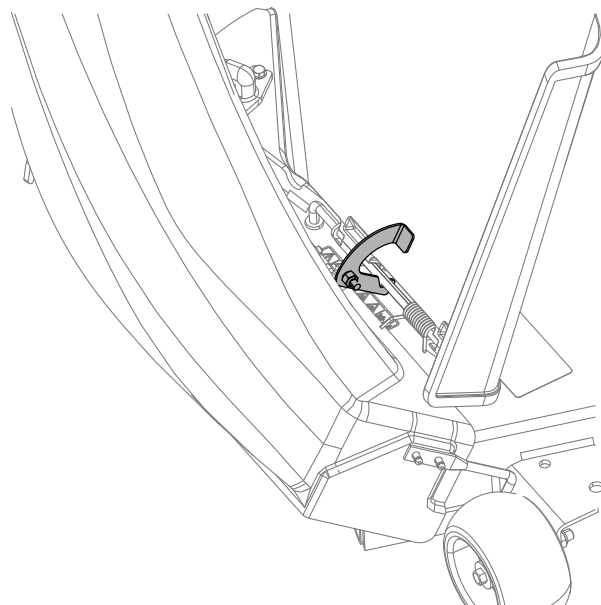
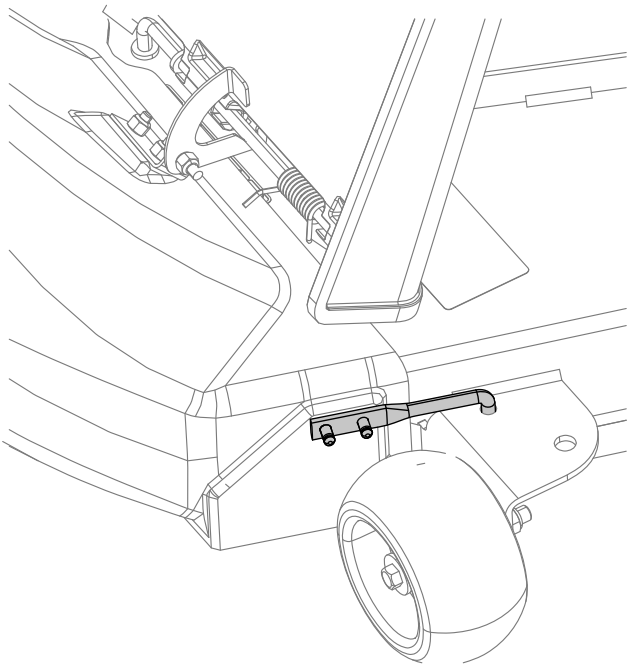

Bild 26
Bild 27
4. Haken Sie oben am Auswurfkanal den hakenförmigen Riegel um die Gelenkstange des Ablenblechs (**Bild 26** und **Bild 27**).